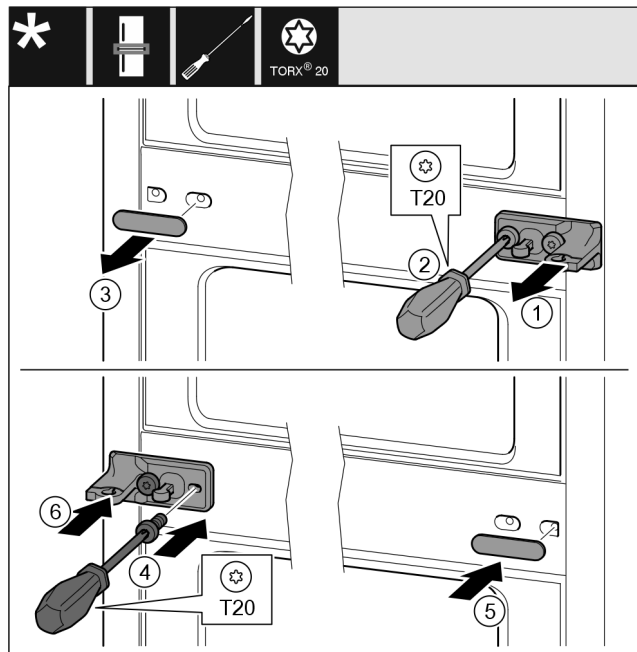

Fig. 29
- Noņemiet paplāksni Fig. 29 (1).
- Ar skrūvgriezi izskrūvējiet skrūves Fig. 29 (2).
- Uzmanīgi noņemiet pārsegu Fig. 29 (3).
- Pieskrūvējiet stingri gultņa balstu ar plēvi Fig. 29 (4), pagrieztu par 180°, otrajā pusē.
- Piestipriniet pārsegu Fig. 29 (5), pagrieztu par 180°, otrajā pusē.
- Uzbīdiet paplāksni Fig. 29 (6) no priekšas.